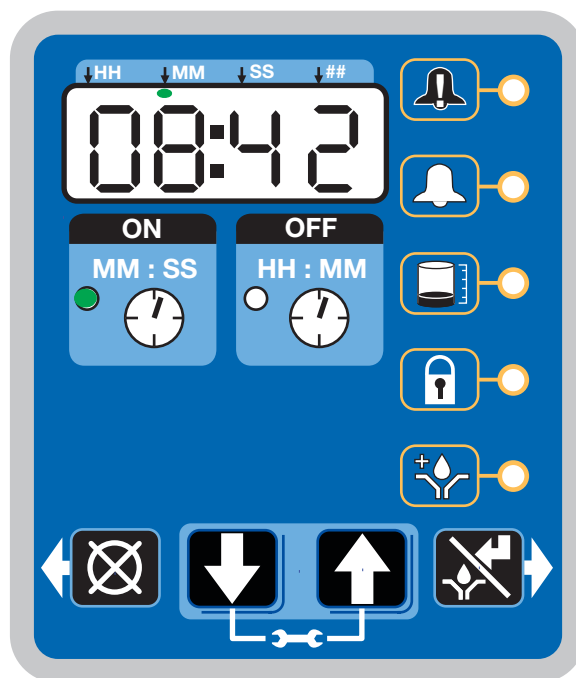

FIG. 35
- Cuando el recuento de tiempo OFF llega a cero, la bomba de lubricación automática G3 activa la bomba y funciona durante el ciclo de tiempo ON programado (Fig. 35).
- El ejemplo mostrado en la Fig. 35 indica un tiempo ON de 8 minutos y 42 segundos antes de la finalización del ciclo de lubricación.